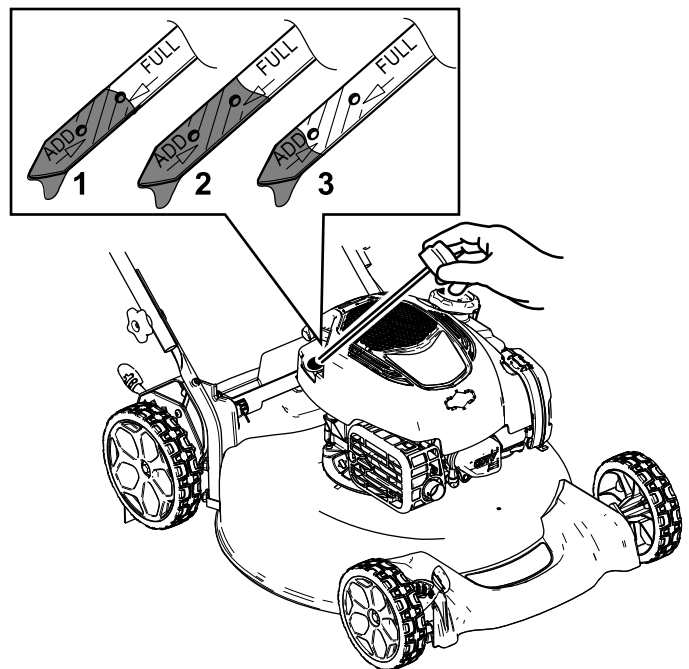

Figura 21
3. Retire la varilla girando el tapón en el sentido contrario a las agujas del reloj y tirando del mismo (Figura 21).
10. Observe el nivel de aceite en la varilla (Figura 21).